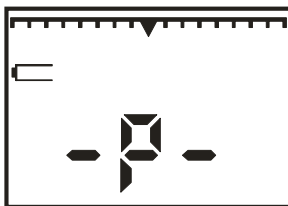

Рисунок 6.1
, при этом на индикаторе отображается линейка (рисунок 6.1) и включается звуковая сигнализация. Кнопку  необходимо удерживать до отключения звуковой сигнализации, измеритель переходит в режим измерения давления.
6.11 При снижении напряжения на аккумуляторной батарее до 3,0 В на индикаторе измерителя отображается знак «-P-» и включается периодическая звуковая сигнализация (рисунок 6.1).